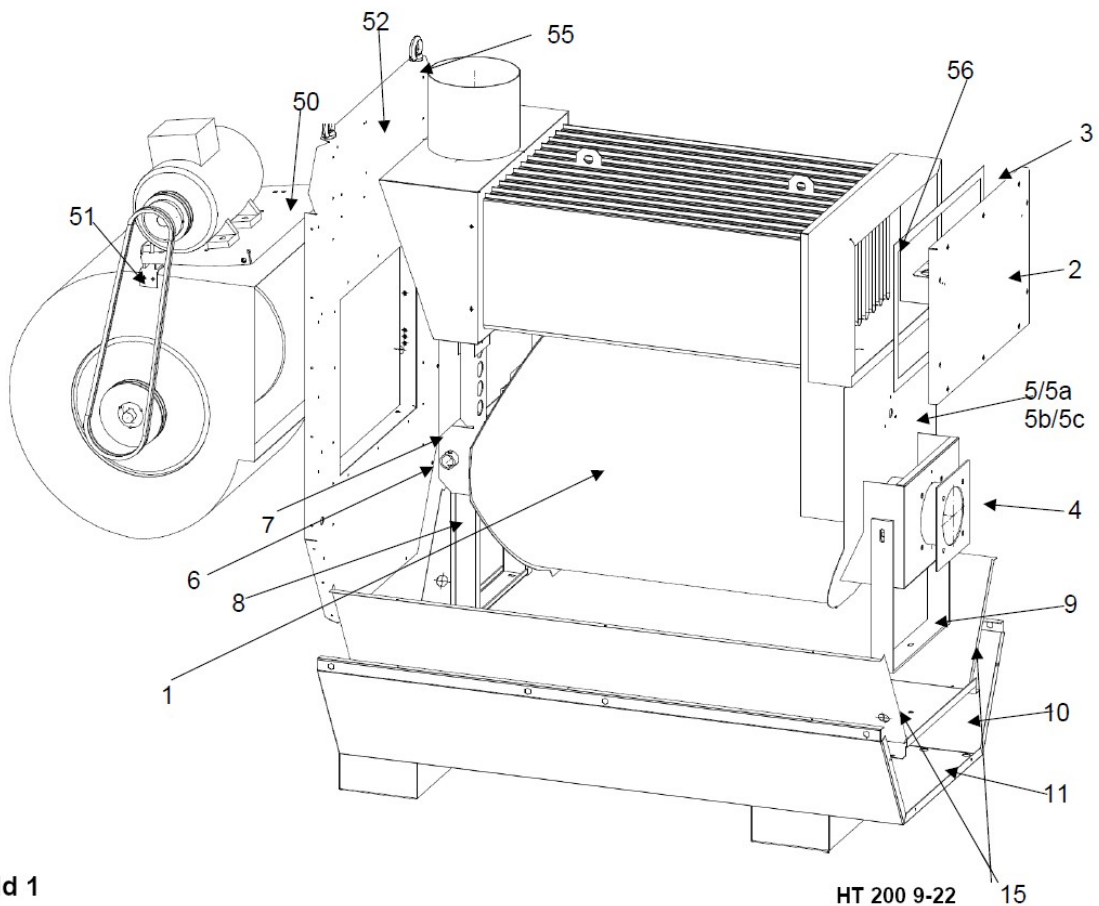

Bild 1
10. Ersatzteilliste HT 200 - Bild 1